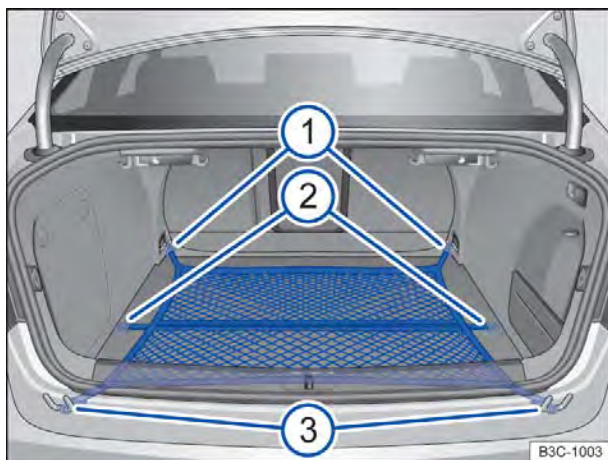
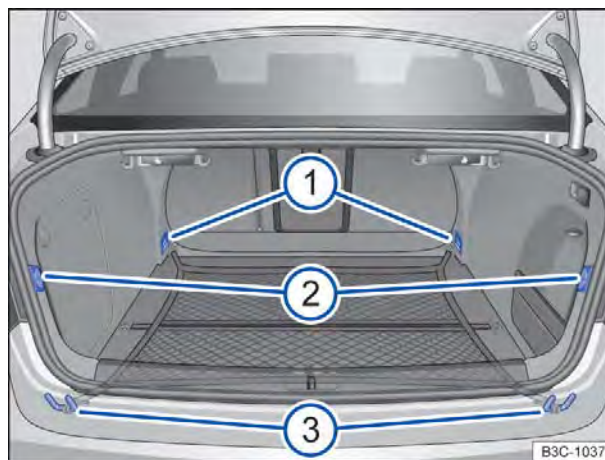

Fig. 100 No compartimento de bagagem: rede para bagagem presa de forma plana.
Fig. 101 No compartimento de bagagem: olhais ① e ③, bem como suporte ② para prender a rede para bagagem.
- Prender os ganchos \Rightarrow Fig. 100 ① da rede para bagagem nos olhais de amarração no encosto do banco traseiro \Rightarrow Fig. 101 ① \Rightarrow . O zíper da rede para bagagem deve estar voltado para cima.
- Prender os ganchos \Rightarrow Fig. 100 ③ nos olhais de amarração \Rightarrow Fig. 101 ③ no canto do compartimento de bagagem.
- Prender os ganchos curtos \Rightarrow Fig. 100 ② da rede para bagagem nos suportes \Rightarrow Fig. 101 ② \Rightarrow . O zíper da rede para bagagem deve estar voltado para cima.
- Prender os ganchos \Rightarrow Fig. 100 ① e ③ nos olhais de amarração \Rightarrow Fig. 101 ③.